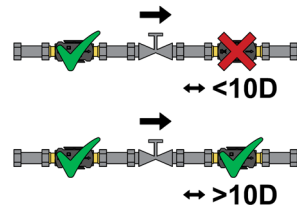

Fig.2
2. Non posizionare il sensore di flusso immediatamente in successione a una valvola a farfalla o di regolazione. L'installazione in precedenza invece è consentita (**Fig.2**);